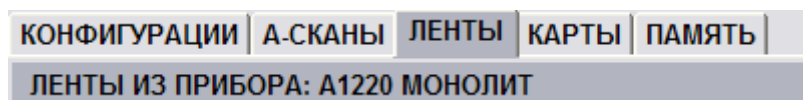

Рисунок 34
- Для загрузки данных из прибора следует нажать кнопку в окне программы, которая активна только при подключенном приборе, или F1 на клавиатуре ПК. Программа считывает сохраненные в приборе кадры, в строке источника данных будет указан прибор (рисунок 34).